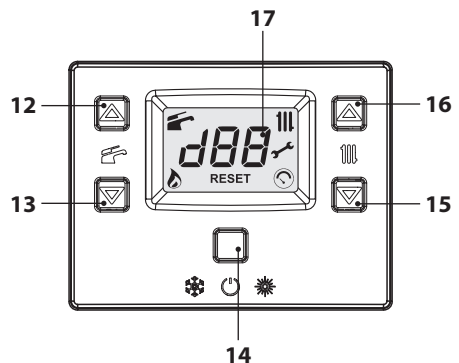
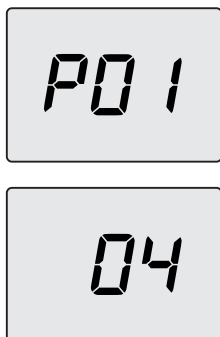

Figura 5.24
Figura 5.25
- Entrare in "modalità programmazione" premendo contemporaneamente per 10 secondi i tasti 14 - 15 - 16 (Figura 5.24) fino a far apparire sul display LCD le lettere **P01** che si alternano con il valore del parametro, indicando l'entrata nel "parametro 01" (Figura 5.25).
- Premendo il tasto 14 (Figura 5.24) si ottiene la conferma del valore inserito.
- Premendo il tasto 15 o 16 (Figura 5.24) si esce senza modificare il valore.
- Premendo contemporaneamente per 10 secondi i tasti 14 - 15 - 16 (Figura 5.24) si esce dalla "modalità programmazione".
- Entrare in "modalità programmazione" premendo contemporaneamente per 10 secondi i tasti 14 - 15 - 16 (Figura 5.24) fino a far apparire sul display LCD le lettere **P01** che si alternano con il valore del parametro, indicanti l'entrata nel "parametro 01" (Figura 5.26).